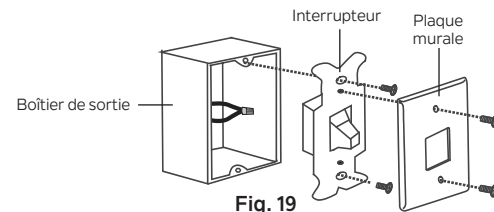

Fig. 19
Étape 1. Retirez la plaque murale existante et l'ancien interrupteur de la boîte de sortie murale. Raccordez les fils NOIRS (phase) ensemble et repoussez-les à l'intérieur du boîtier de sortie. (Fig. 19)